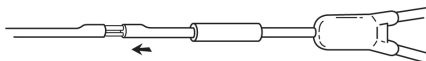

Fig. 4
4. Inserire le cannule di metallo piccole nei lumi piccoli dell'estremità del catetere. (Fig. 4)